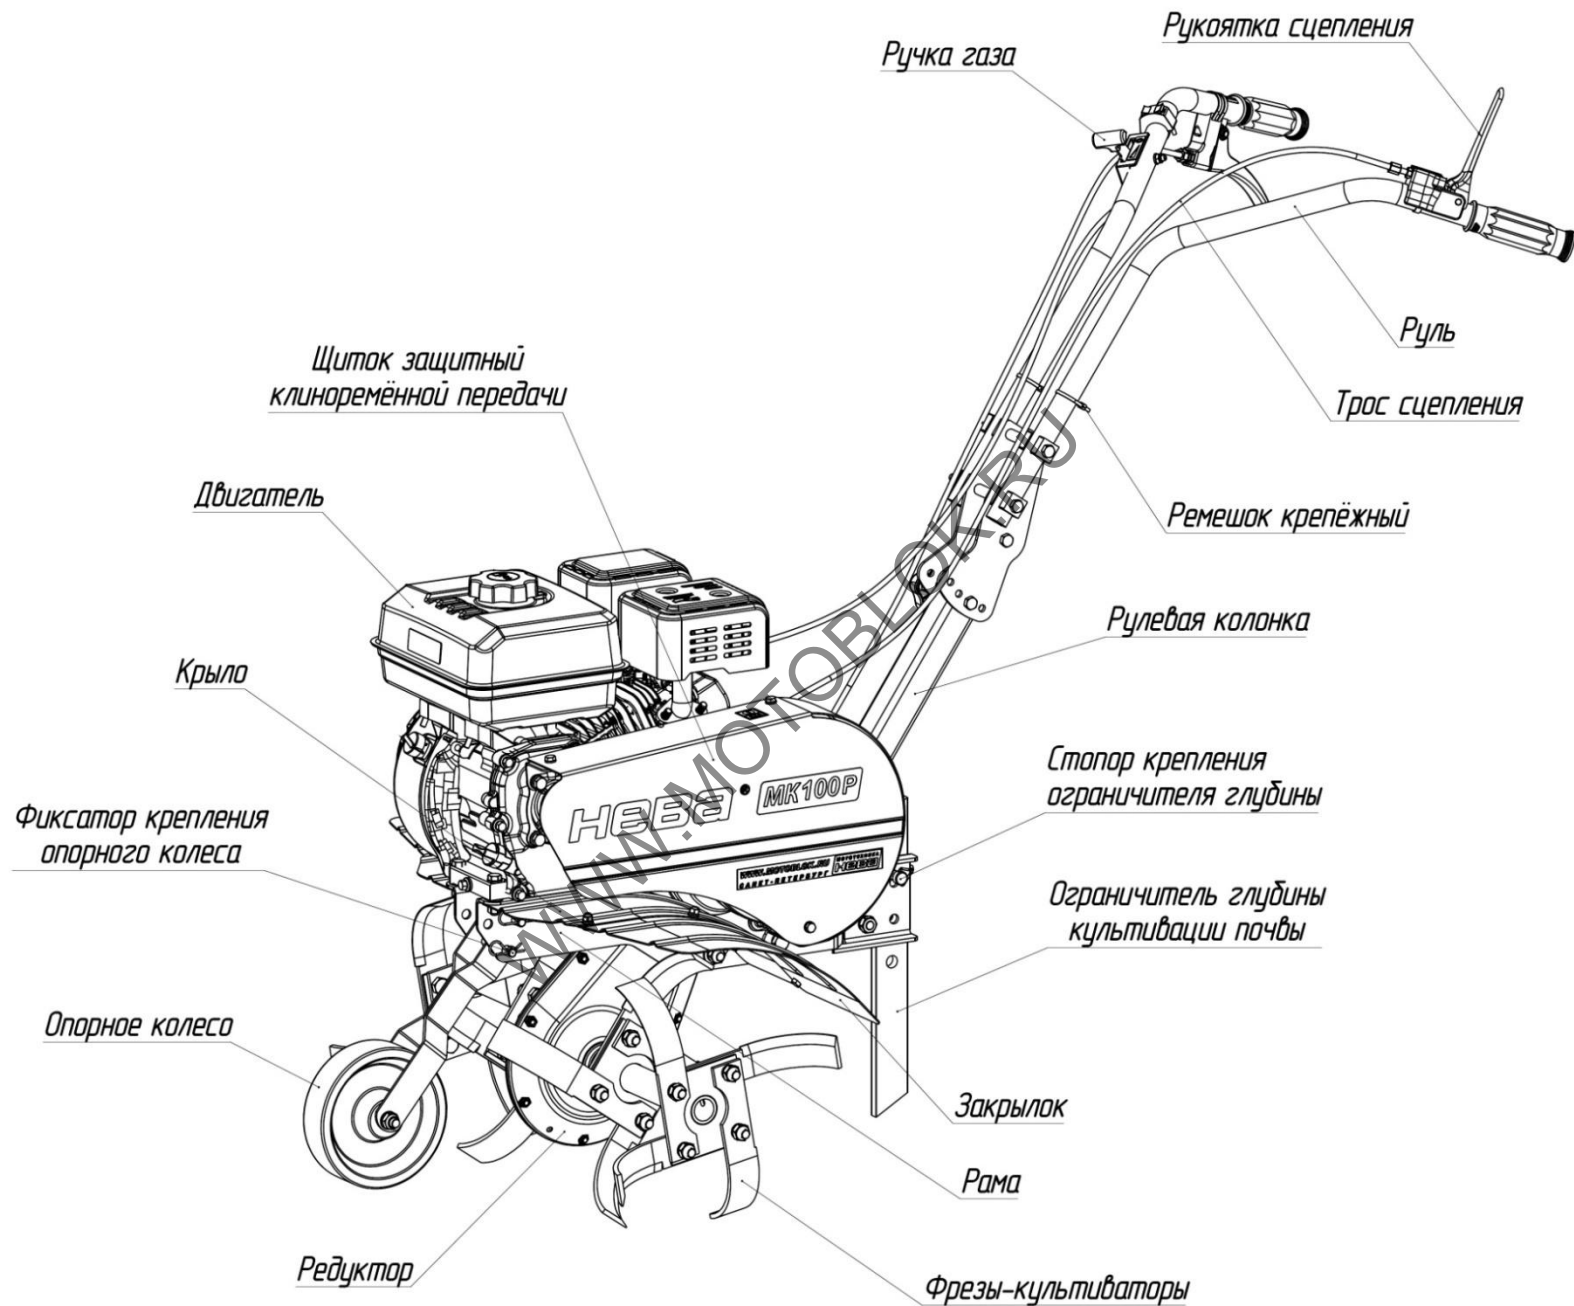

Рис.1 Общий вид мотокультиватора МК100Р (вид слева)
МК100Р (рис.1, 2, 3) – это одноосный универсальный силовой агрегат, предназначенный для работы с фрезами-культиваторами, состоящий из:
**Ручка газа** (рис.1, 2, 4) – расположена на правой рукоятке руля, предназначена для управления положением дроссельной заслонки двигателя и его остановки. Перемещение ручки от себя – увеличение оборотов двигателя, на себя – снижение оборотов и остановка двигателя.
**Рукоятка сцепления** (рис.1, 2, 5) – расположена на левой рукоятке руля, предназначена для включения/выключения сцепления.